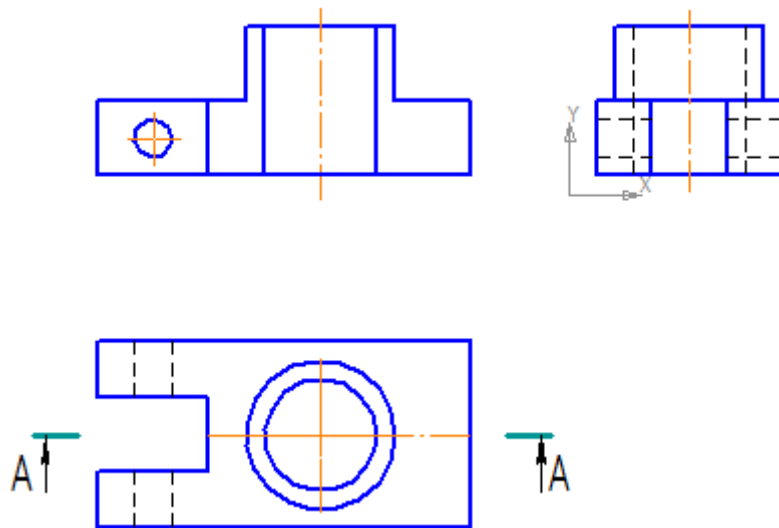

Рис. 15
- аналогичным образом измените стиль второй штриховой линии (рис. 15);